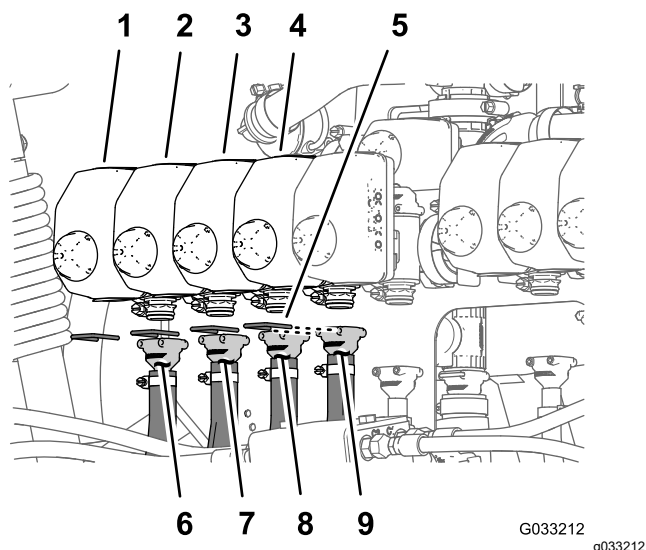
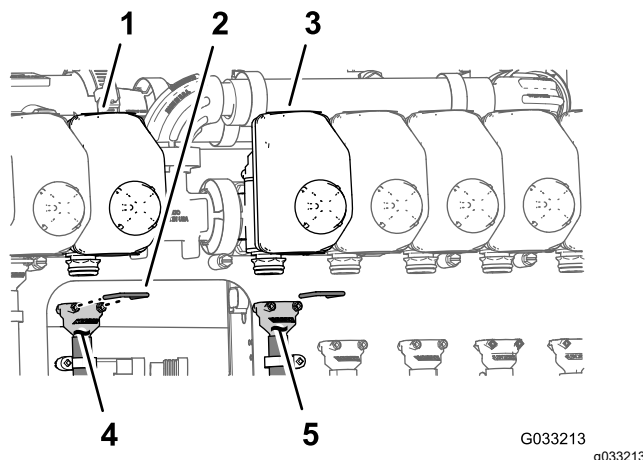
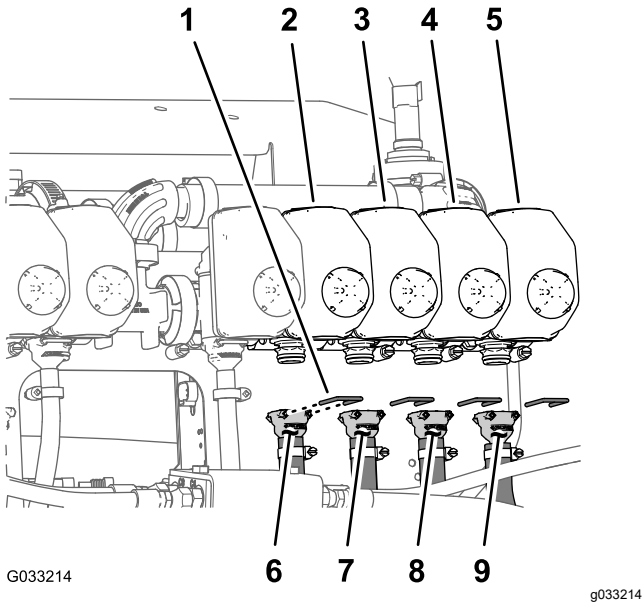

Figura 72
Figura 73
Figura 74
Nota: Consulte la Figura 72 en Conexión de las mangueras a las válvulas de boquillas 1 a 4 \(página 38\), la Figura 73 en Conexión de las mangueras a las válvulas de boquilla 5 y 6 \(página 38\), y la Figura 74 en Conexión de las mangueras a las válvulas de boquilla 7 a 10 \(página 39\) para conocer las posiciones de las válvulas de las boquillas.
1. Monte el conector dentado recto de una manguera de suministro de 279 cm (110") en el acoplamiento de la válvula de boquilla 1 (Figura 72).
2. Sujete el conector dentado al acoplamiento con una horquilla de retención (Figura 72).
3. Monte el conector dentado recto de una manguera de suministro de 234 cm (92") en el acoplamiento de la válvula de boquilla 2 (Figura 72).
4. Sujete el conector dentado al acoplamiento con una horquilla de retención (Figura 72).
5. Monte el conector dentado recto de una manguera de suministro de 188 cm (74") en el acoplamiento de la válvula de boquilla 3 (Figura 72).
6. Sujete el conector dentado al acoplamiento con una horquilla de retención (Figura 72).
7. Monte el conector dentado recto de una manguera de suministro de 188 cm (74") en el acoplamiento de la válvula de boquilla 4 (Figura 72).
8. Sujete el conector dentado al acoplamiento con una horquilla de retención (Figura 72).
1. Monte el conector dentado recto de una manguera de suministro de 81 cm (32") en el acoplamiento de la válvula de boquilla 5 (Figura 73).
2. Sujete el conector dentado al acoplamiento con una horquilla de retención (Figura 73).
acoplamiento de la válvula de boquilla 6 (Figura 73).
4. Sujete el conector dentado al acoplamiento con una horquilla de retención (Figura 73).
1. Monte el conector dentado recto de una manguera de suministro de 188 cm (74") en el acoplamiento de la válvula de boquilla 7 (Figura 74).
2. Sujete el conector dentado al acoplamiento con una horquilla de retención (Figura 74).
3. Monte el conector dentado recto de una manguera de suministro de 188 cm (74") en el acoplamiento de la válvula de boquilla 8 (Figura 74).
4. Sujete el conector dentado al acoplamiento con una horquilla de retención (Figura 74).
5. Monte el conector dentado recto de una manguera de suministro de 234 cm (92") en el acoplamiento de la válvula de boquilla 9 (Figura 74).
6. Sujete el conector dentado al acoplamiento con una horquilla de retención (Figura 74).
7. Monte el conector dentado recto de una manguera de suministro de 279 cm (110") en el acoplamiento de la válvula de boquilla 10 (Figura 74).
8. Sujete el conector dentado al acoplamiento con una horquilla de retención (Figura 74).